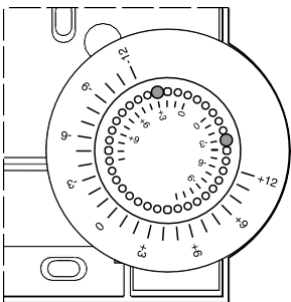

Abb. 6: Verstellbereich begrenzen
- Versetzen Sie die zwei kleinen Stifte in den Löchern des Stellrads, um den Verstellbereich zu begrenzen (siehe Abb. 6). Orientieren Sie sich dabei an der inneren Skala: Im Abb. 6, sind die Stifte so eingestellt, dass sich das Stellrad nur um  $\pm 3\text{ }^{\circ}\text{C}$  um den Nullpunkt verstellen lässt.